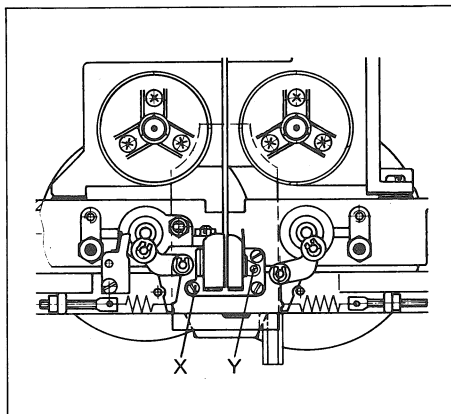

Fig. 5.4
- Mit Schraube X (Fig. 5.4) den Ausgangspegel beider Kanäle auf maximale Ausgangsspannung einstellen.
- With screw X (Fig. 5.4), adjust the output level of the two channels for maximum output voltage.
- Réglez à sa valeur maximale le niveau de sortie des deux canaux grâce à la vis X (fig.5.4). (Pour effectuer ce réglage, on peut se servir d'un phase-mètre et régler à l'erreur de phase minimale.)
- Mit Kreuzschlitzschraubendreher Grösse 00 Schraube Y (Fig. 5.4) so einstellen, dass für beide Kanäle ein Pegelmaximum erreicht wird (minimale Phasendifferenz).
- With screwdriver size 00 for cross recessed head screws adjust screw Y (Fig. 5.4) in such a manner that maximum level is obtained for both channels (minimum phase difference).
- Tournez la vis Y (fig. 5.4) avec le tournevis cruciforme taille 00 pour obtenir un niveau maximal pour les deux canaux (différence minimale de phase).